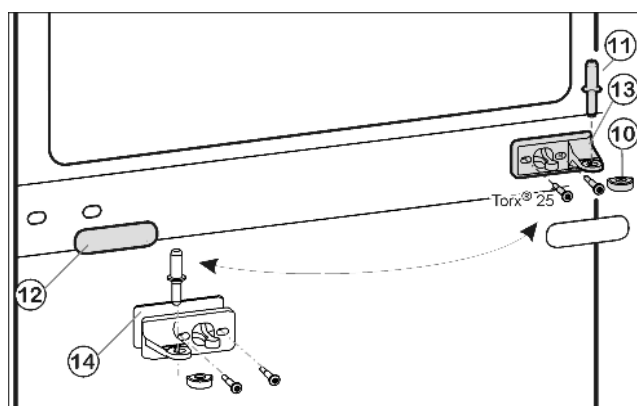
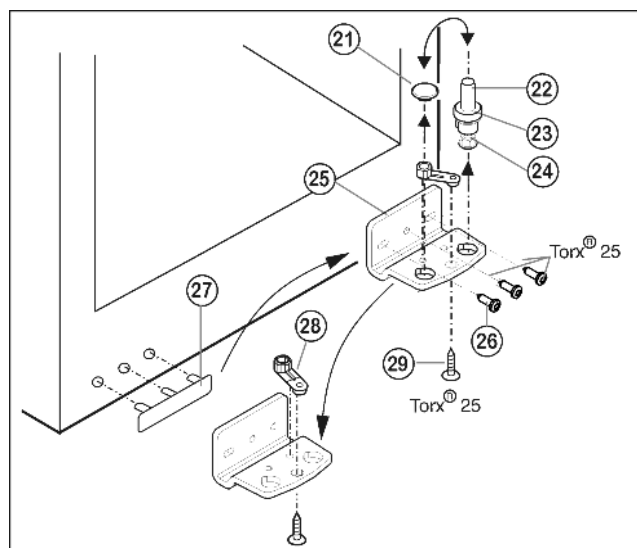

Fig. 5
Fig. 6
- ▶ Wyjąć środkowy sworzeń zawiasu Fig. 5 (11) z płytki zawiasu i dolnych drzwi.
- ▶ Wyjąć zaślepkę z tworzywa sztucznego Fig. 5 (10).
- ▶ Odkręcić środkową płytkę zawiasu Fig. 5 (13) (2 razy Torx® 25).
- ▶ Ostrożnie zdjąć osłonę Fig. 5 (12).
- ▶ Środkową płytkę zawiasu Fig. 5 (13) z podkładką Fig. 5 (14) obrócić o 180° przykręcić mocno na nowej stronie zawiasu (z siłą 4 Nm).
- ▶ Założyć zaślepkę Fig. 5 (12) obrócić o 180° po nowej stronie uchwytu.
- ▶ Trzpień zawiasu Fig. 6 (22) kompletny, z podkładką Fig. 6 (23) i nóżką Fig. 6 (24), wyciągnąć do góry.
- ▶ Unieść zatyczki Fig. 6 (21).
- ▶ Odkręcić Fig. 6 (25) płytkę zawiasu Fig. 6 (26).
- ▶ Odkręcić element zawiasu Fig. 6 (28), przełożyć do przeciwnego otworu zawiasu i tam dokręcić.
- ▶ Zdjąć i przełożyć osłonkę po stronie uchwytu Fig. 6 (27) na przeciwną stronę.
- ▶ Przykręcić mocnopłytkę zawiasu Fig. 6 (25) na nowej stronie (z siłą 4 Nm), w razie potrzeby za pomocą wkrętarki akumulatorowej.
- ▶ Zatyczki Fig. 6 (21) ponownie włożyć do innego otworu.
- ▶ Trzpień zawiasu Fig. 6 (22) kompletny, z podkładką i nóżką włożyć ponownie. Przy tym zwrócić uwagę, by krzywka zatrzaskowa wskazywała do tyłu.
- ▶ Założyć dolne drzwi od góry na dolny sworzeń zawiasu Fig. 6 (22).
- ▶ Ponownie założyć zaślepkę z tworzywa sztucznego Fig. 5 (10) na środkową płytkę zawiasu Fig. 5 (13).
- ▶ Po nowej stronie zawiasu przełożyć środkowy sworzeń zawiasu Fig. 5 (11) przez środkową płytkę zawiasu Fig. 5 (13), wkładając go w dolne drzwi.
- ▶ Założyć górne drzwi na środkowy sworzeń zawiasu Fig. 5 (11).
- ▶ Korzystając ew. z obu podłużnych otworów w dolnej płytce zawiasu *Fig. 6 (25)* i środkowej płytce zawiasu *Fig. 5 (13)* ustawić drzwi w jednej linii z obudową urządzenia. W tym celu wykręcić środkową śrubę z płytki zawiasu u dołu *Fig. 6 (25)*.